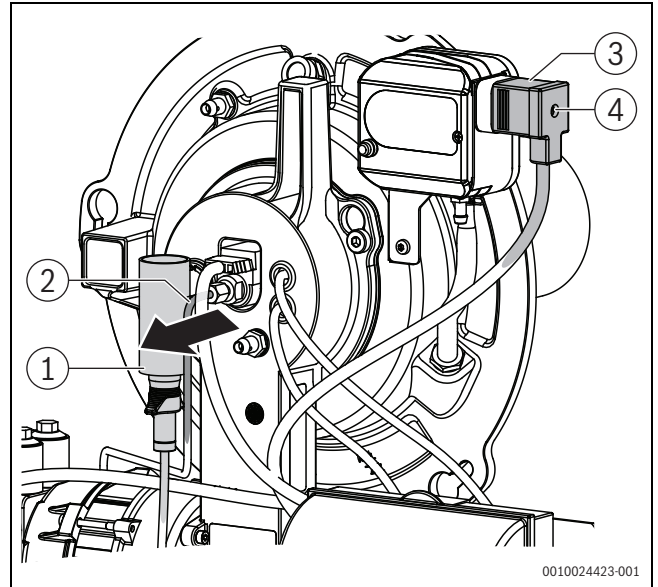

Bild 72 Ölleitung herausziehen
- Ölleitung (→Bild 72) um ca. 5 mm herausziehen und zurück federn lassen.
- ▶ Anschlussstecker des Druckwächters aufstecken und mit Sicherungsschraube sichern (→Bild 72)
- ▶ Sicherungsschraube am Anschlussstecker des Druckwächters lösen und Anschlussstecker abziehen (→Bild 72).